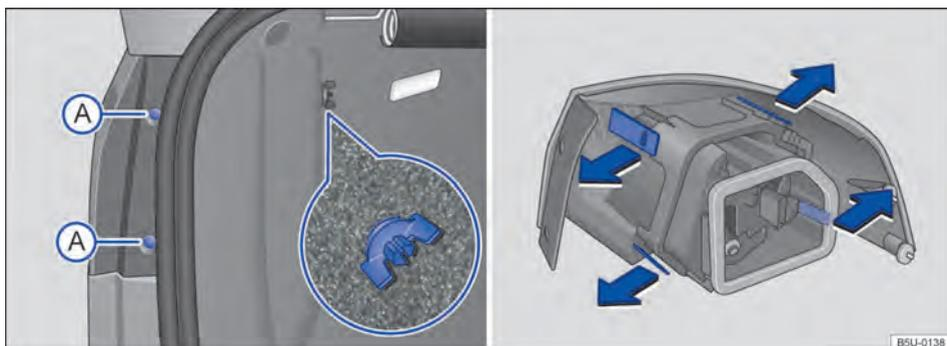

Fig. 159 Na carroceria: remover a lanterna traseira e suporte das lâmpadas.
- 3 Remover os parafusos de fixação → Fig. 159 .
- 4 Soltar o parafuso borboleta → Fig. 159 (lupa) e retirá-lo, segurando, ao mesmo tempo a lanterna traseira.
- 1 Para destravar o suporte das lâmpadas, pressionar cada lingueta de travamento no sentido das setas → Fig. 159.